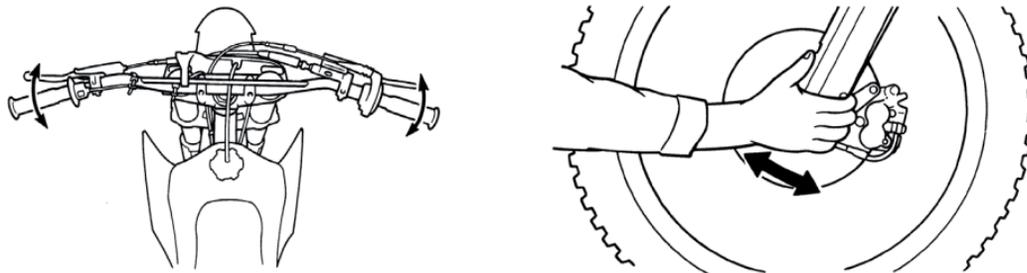

Рисунок 1. Проверка рулевой колонки
1. Встаньте перед скутером. Возьмитесь за вилку (в районе передней оси), потяните вилку по направлению к двигателю и обратно несколько раз (см. рисунок 1). Если подшипники изношены, вы почувствуете люфт или даже услышите щелчок / глухой удар.